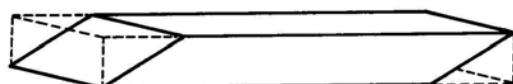
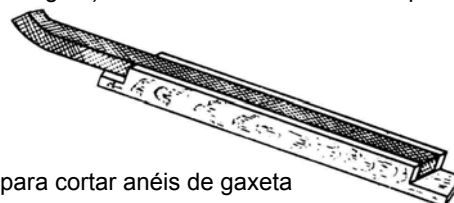

Fig.24 – Corte oblíquo da gaxeta
Fig.25 – Dispositivo para cortar anéis de gaxeta
- cortar novos anéis de gaxeta de preferência com extremidade oblíquas (vide fig.24). Para facilidade deste corte pode ser usado um dispositivo de fácil confecção (vide fig.25)